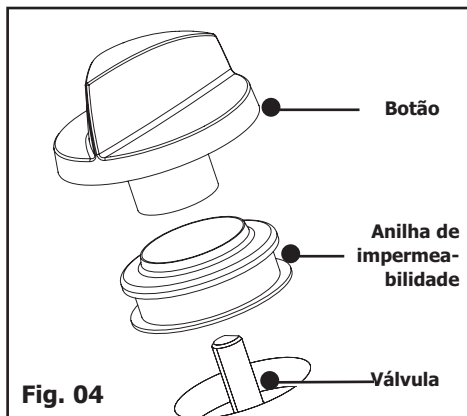

Fig. 04
• **Regule os redutores das válvulas:** estes encontram-se por baixo dos botões (Fig. 04).